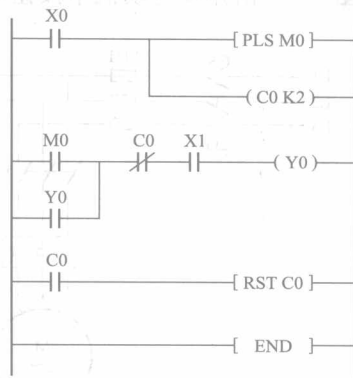

图 3 三相异步电动机单按钮起停控制电路三菱 FX2N 系列 PLC 控制梯形图
(3) 三相异步电动机单按钮起停控制电路三菱 FX2N 系列 PLC 控制梯形图如图 3 所示。